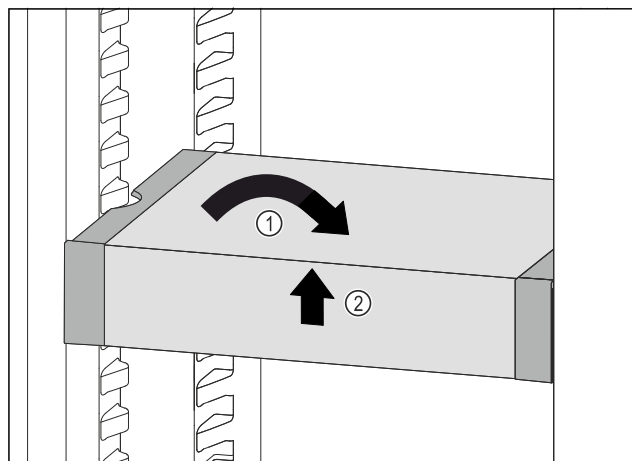

Fig. 113
- VarioSafe gerade stellen. Fig. 113 (1)
- VarioSafe vorne anheben. Fig. 113 (2)